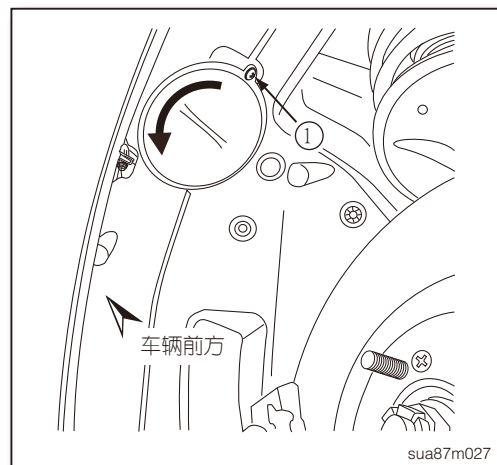

图 3
1. 拆下前轮叶子板护盖上的固定扣①，然后以逆时针方向旋开饰盖（如图 3）。